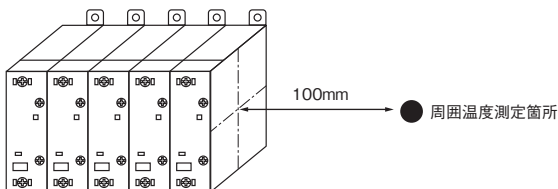
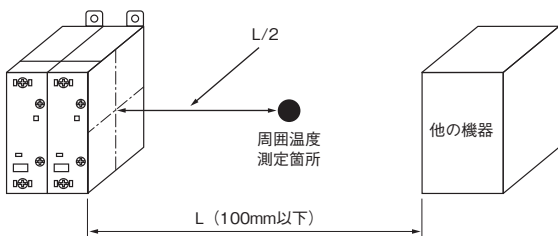
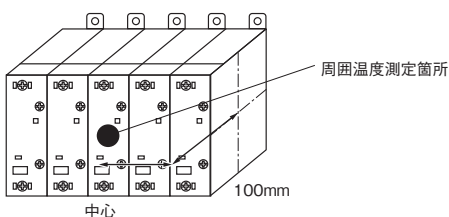

図1 周囲温度の測定位置(基本)
図2 ダクトや他の機器がある場合の測定位置
図3 側面の周囲温度が測定できない場合
- (1) 制御盤内の温度が最も高くなる通電条件とし、周囲温度が飽和した状態で測定してください。
- (2) 周囲温度測定位置は図1を参照してください。もし、測定距離100mm以内にダクトや他の機器がある場合は図2を参照してください。また、側面温度が測定できない場合には、図3を参照してください。